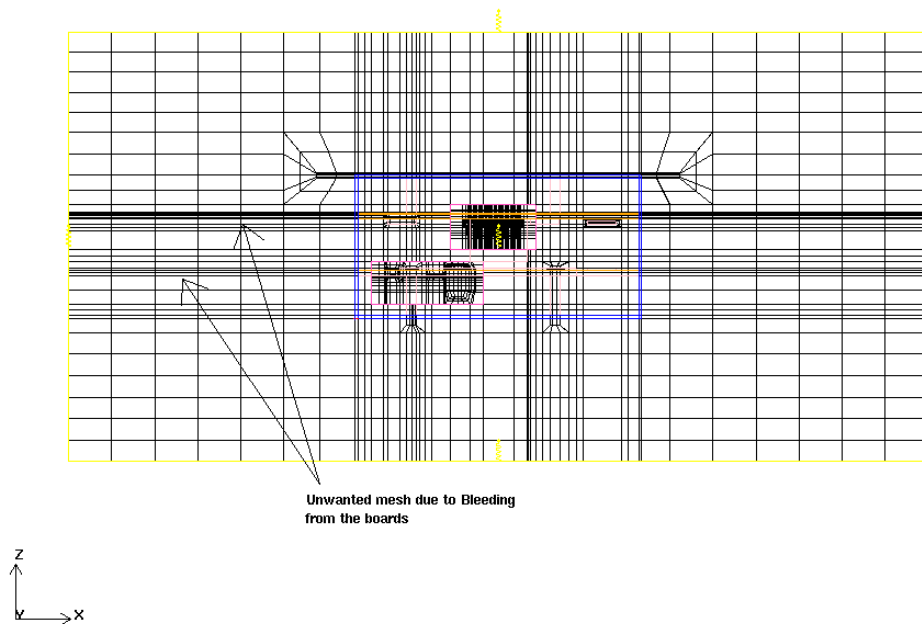

图 9.4：板周围的网格扩散
- 图 9.4 显示了切面网格。
- 图 9.4 看到的网格扩散可以通过创建一个整个箱体的装配（蓝盒子）。